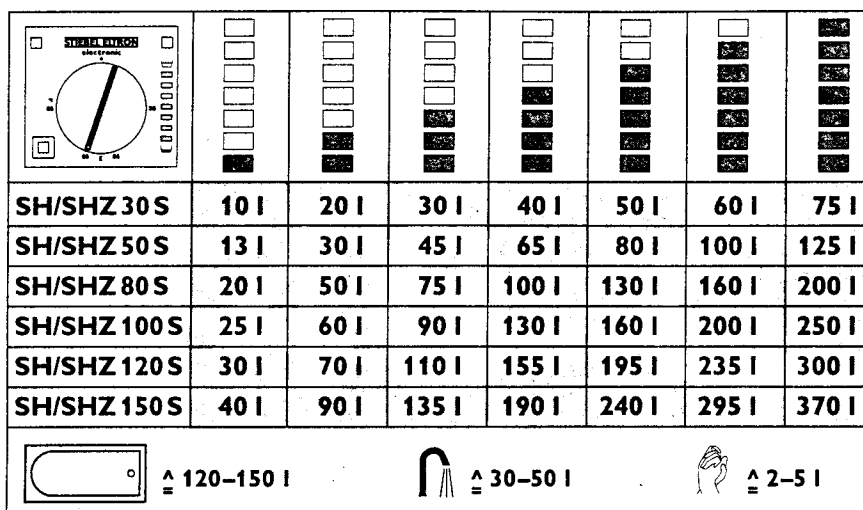

Abb. 4/ Fig. 4/Afb. 4
Wärmeinhaltsanzeige (Abb. 4)
Die Darstellung in Abb. 4 zeigt die verfügbare Wassermenge als Mischwasser mit 40 °C (15 °C Kaltwasserzulauftemperatur).
Beispiel (siehe Abb. 4):
Stored heat display (Fig. 4)
Selecting the required temperature will determine the volume of warm water available at that temperature. Fig. 4 shows the volume of water available at 40 °C (assuming cold water feed temperature of 15 °C). The minimum volume of warm water available at 40 °C for bathing or showering is represented by the number of LEDs that light up.
Example (see Fig. 4):
Indicateur de réserve d'eau chaude (fig. 4)
La figure 4 montre la quantité d'eau mitigée disponible à 40 °C (température d'arrivée de l'eau froide 15 °C). Le nombre de diodes électroluminescentes allumées indique la quantité d'eau mitigée restant disponible à 40 °C pour prendre un bain ou une douche. Les quantités d'eau mitigée sont fonctions de la capacité de la cuve, du réglage de la température (à partir de 40 °C) et de la température d'arrivée de l'eau froide.
Exemple (voir fig. 4):
Signalering van de warmte-inhoud (afb. 4)
Een elektronische signalering van de warmte-inhoud met 7 lampjes op het bedieningspaneel (7 LEDs, afb. 2, pos. 5) geeft de op dat moment beschikbare warmtehoeveelheid aan. Met de temperatuurinstelling kiest u de te gebruiken warmwaterhoeveelheid. Afb. 4 toont de beschikbare waterhoeveelheid als mengwater van 40 °C (aangevoerd koud water van 15 °C). Het aantal brandende LEDs geeft aan hoeveel water van 40 °C ten minste nog beschikbaar is voor baden en douchen.
Voorbeeld (zie afb. 4):